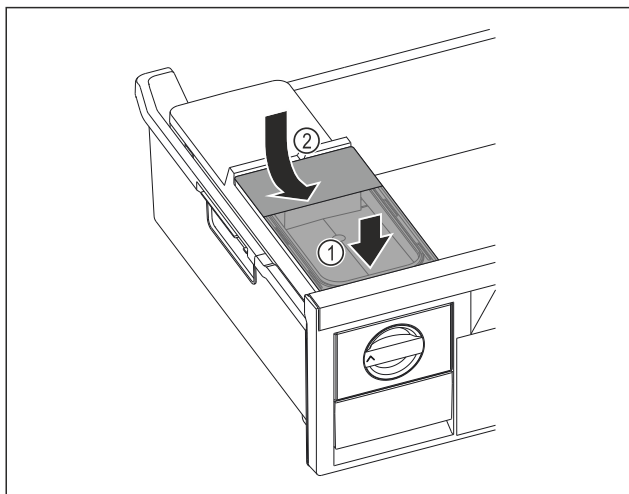

Fig. 99
- Zbiornik wody wsunąć od przodu. Fig. 99 (1)
- Zbiornik wody opuścić z tyłu. Fig. 99 (2)